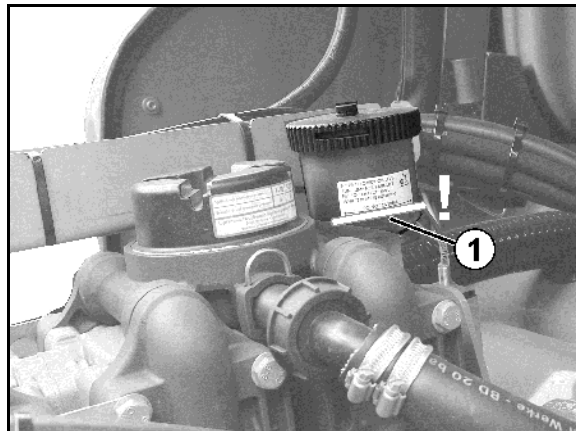

Рис. 151
1. Отверните колпачок электромагнитного клапана (Рис. 151/1).
2. Снимите катушку электромагнитного клапана (Рис. 151/2).
3. Выверните толкатель (Рис. 151/3) с седлами клапана и очистите сжатым воздухом или гидравлическим маслом.